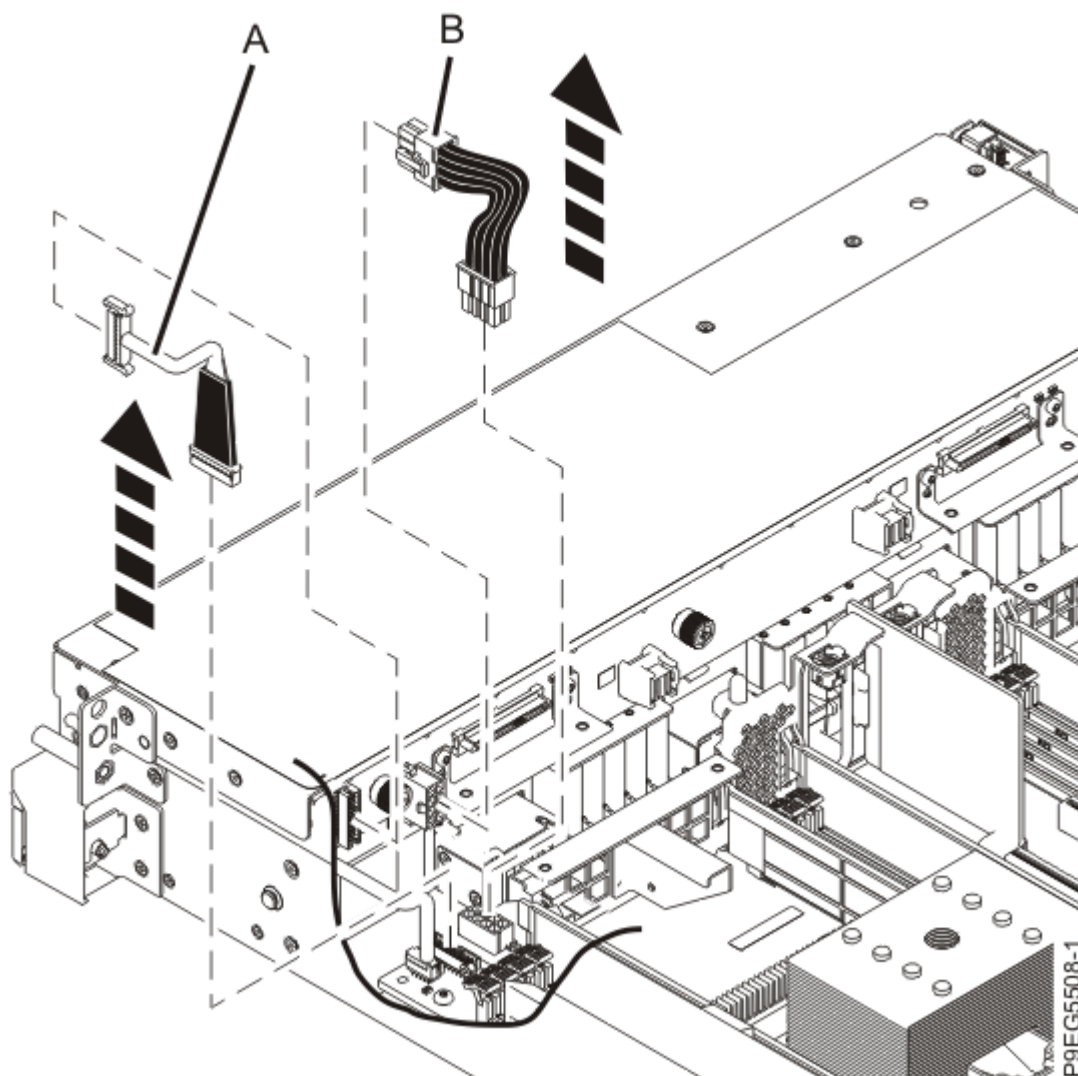

Figura 12. Desconectando o cabo de sinal e o cabo de energia
7. Etiquete e desconecte o cabo de sinal **(A)** e o cabo de energia **(B)** do painel traseiro da unidade de disco conforme mostrado na Figura 12 na página 14.